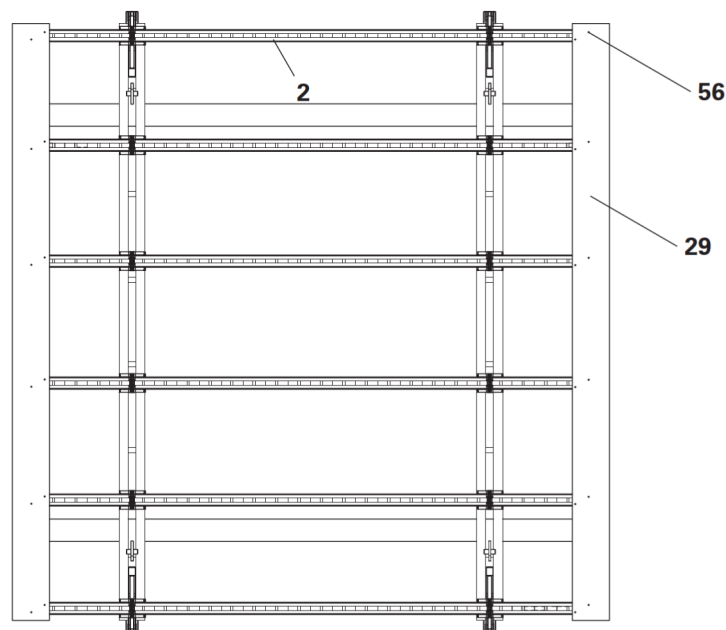

Fig. B2.13
2. Allineare un impalcato di calpestio da 50 mm (**29**) a filo con ciascuna estremità delle travi di impalcato (**2**). Verificare che la sporgenza sia uguale su entrambi i lati. (Fig. B2.13)